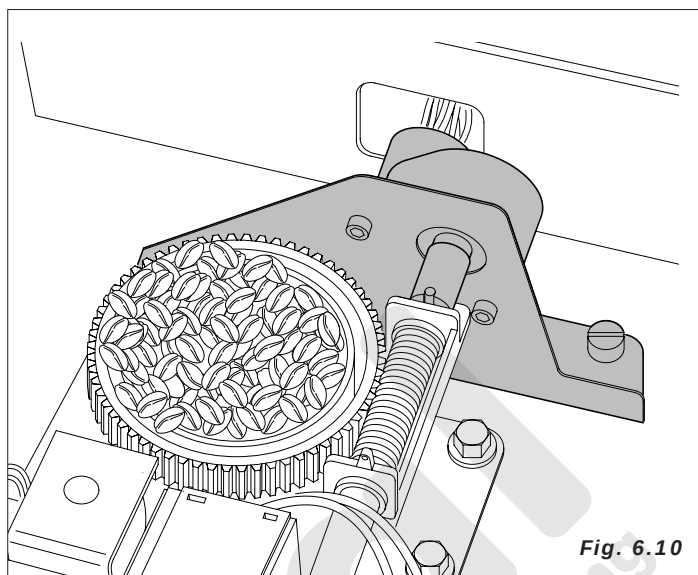

Fig. 6.10
- Regulación automática molido (Fig.6.10)